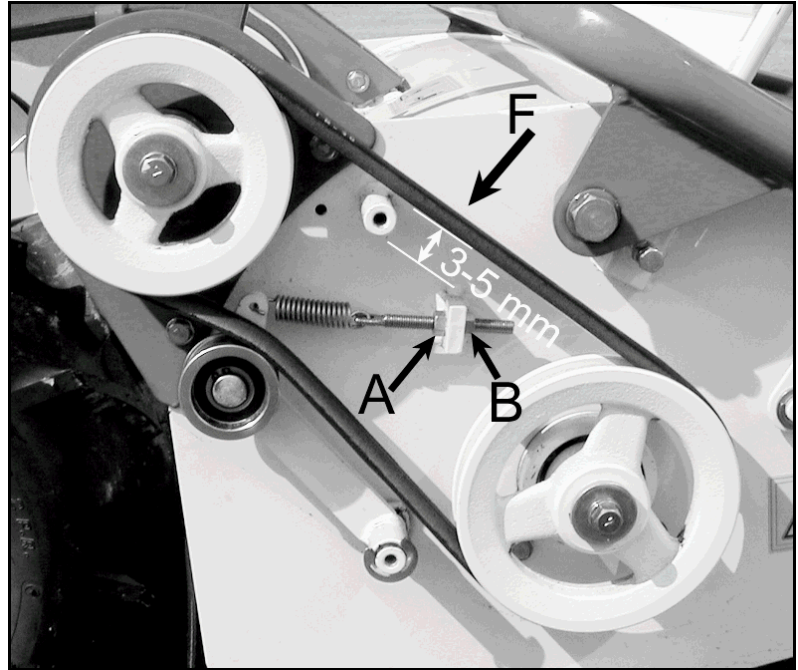

Figure 22
- Quand vous appuyez sur cette courroie avec un doigt (figure 22, repère A) la flèche doit être comprise entre 3 et 5 mm (figure 22).
- Si la courroie est trop tendue, dévissez le contre écrou A (figure 22). Dévissez l'écrou B (figure 22) jusqu'à obtenir la flèche correcte.
- Si la courroie n'est pas assez tendue, dévissez le contre écrou A (figure 22). Vissez l'écrou B (figure 22) jusqu'à obtenir la flèche correcte.